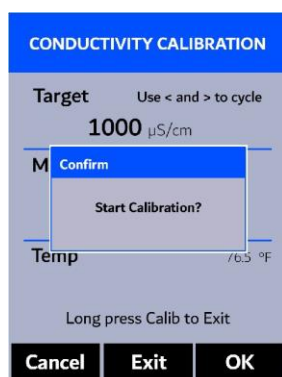

Figura 16.
8. La pantalla se actualiza como se muestra en la Figura 16 y el usuario puede elegir una de las tres opciones: